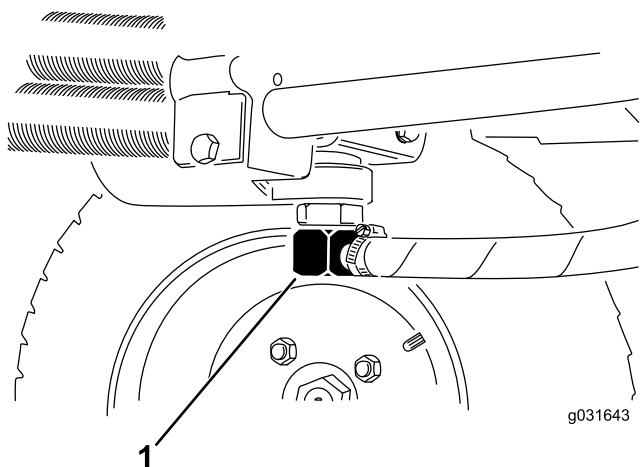
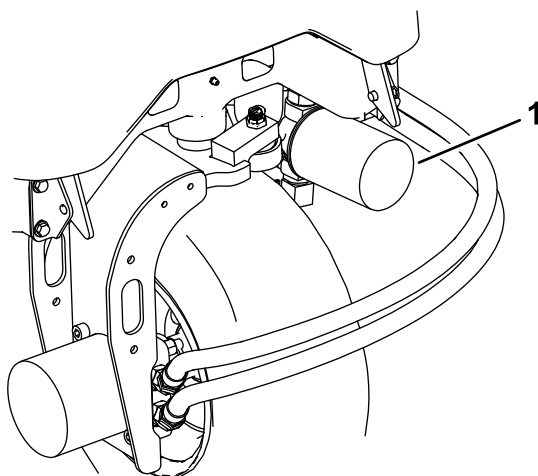

Figure 65
Figure 67
2. Débranchez la conduite hydraulique ou enlevez le filtre hydraulique et laissez couler l'huile dans un bac de vidange (Figure 67 et Figure 65).
3. Rebranchez la conduite hydraulique quand la vidange est terminée (Figure 65).
3. Nettoyez la surface autour de la zone de montage du filtre et déposez le filtre (Figure 67).